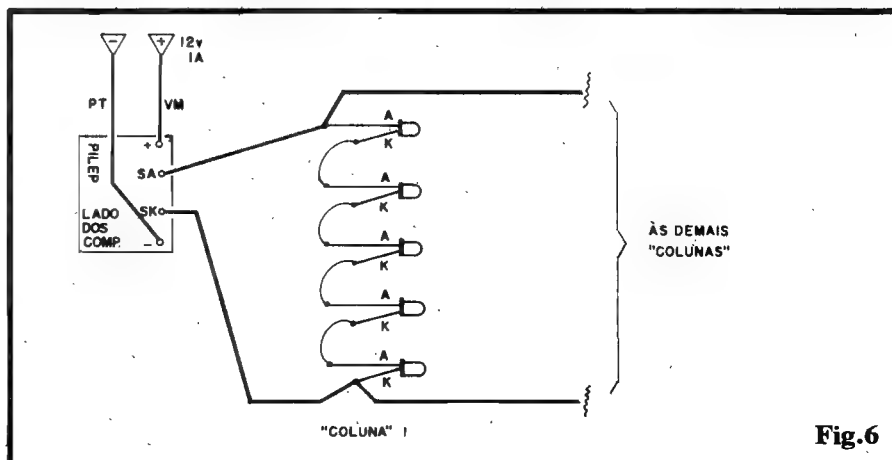

Fig. 6
- **FIG. 6 - CONEXÕES EXTERNAS À PLACA** - Ainda vista pelo lado não cobreado (só que agora, para "descomplicar" o visual, os componentes da própria placa não são mostrados...), temos a placa com suas simples conexões externas. Atenção à polaridade da alimentação (é sempre bom codificar os fios com as cores **preta** para o **negativo** e **vermelha** para o **positivo**...) e à identificação para as ligações dos anodos (SA) e ca-